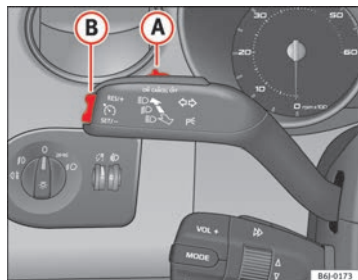

Fig. 108 Palanca de intermitentes y de luz de carretera: mando y tecla basculante para el regulador de velocidad
- Mueva el mando $\Rightarrow$ fig. 108 **A** hacia la izquierda hasta la posición **ON**.